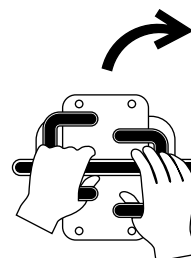

Figure 12
- Pour tourner à droite, poussez la commande de déplacement gauche en avant (Figure 12).